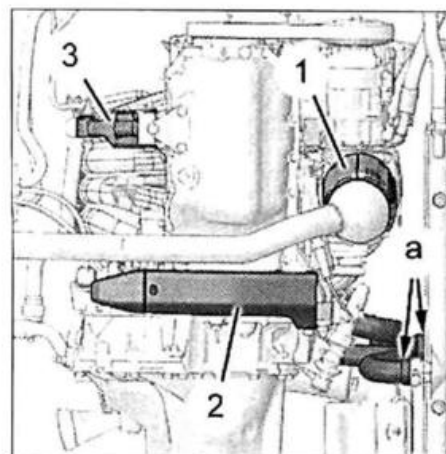
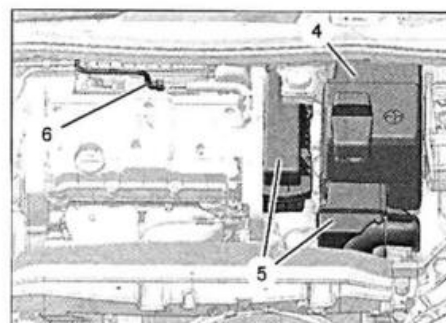

FIG. 31
FIG. 32
- las tuercas de transmisiones con el útil de inmovilización de cubo (ref. 6310-T)
- el tope de caja de velocidades (2) (fig. 31)
- el catalizador (1)
- la bieleta de reacción (3)
• Unir el útil ref. 4192-T a la válvula de purga (6) del circuito de alimentación combustible y recoger el combustible en un recipiente (durante el acoplamiento del útil protegerse con un trapo de las posibles salpicaduras de combustible) (Fig.32).